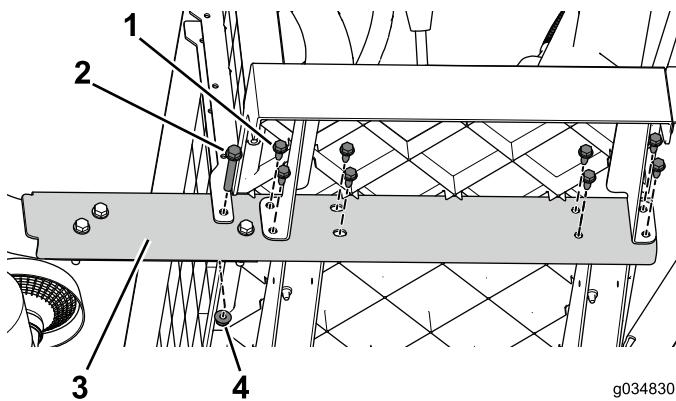

Рисунок 16
- Выверните фланцевые болты (3/8 x 2-1/2 дюйма) и гайки, которые крепят боковую балку к автомобилю (Рисунок 16). Выполните эти действия на обеих сторонах автомобиля.
- Двигаясь от передней части в сторону задней части, выверните фланцевые болты (5/16 x 3/4 дюйма), которые крепят боковую балку к автомобилю (Рисунок 16). Выполните эти действия на обеих сторонах автомобиля.